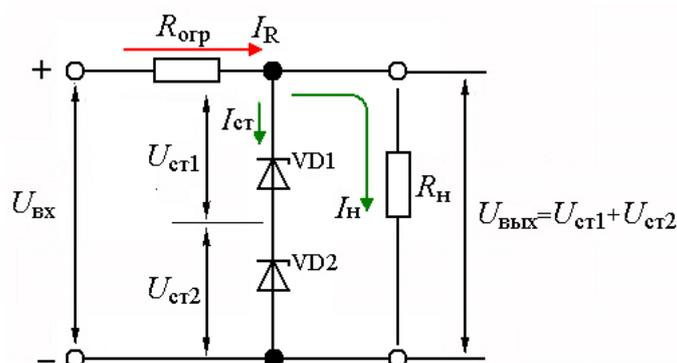

Рис. 4. Схема последовательного включения стабилитронов
На рис.4 приведен пример последовательного включения двух стабилитронов VD1 и VD2.
3. Из таблицы 1 подобрать два стабилитрона, которые смогли бы обеспечить необходимое напряжение на нагрузке U_n при их последовательном соединении, как показано на рис.4. При этом руководствоваться формулой (12).
- собрать схему как показано на рис. 4;